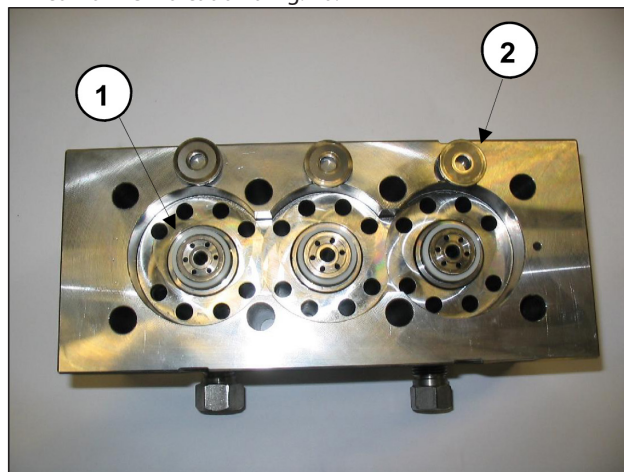

Fig. 41
Durante a desmontagem das camisas, preste atenção para não derramar os locais da válvula ① e as válvulas planas ②, conforme indicado na Fig. 41, as quais estão sendo posicionadas somente na parada para poder cair.